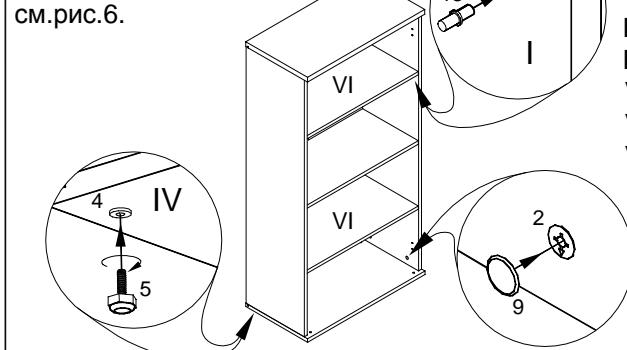

Рис.6
задних (VII) и соединительного профиля (6) установить уголки (8) на расстоянии 50мм от соединительного профиля (6) см.рис.5. Вкрутить в футерки опор регулируемых (4) регулируемые опоры (5), см.рис.6. Установить стеллаж вертикально. Отрегулировать устойчивость стеллажа при помощи регулируемых опор (5), см.рис.6.
Закрыть стяжки-эксцентрики (2) декоративными заглушками (9), см.рис.6.
Вкрутить в футерки опор регулируемых (4) регулируемые опоры (5), см.рис.6. Установить стеллаж вертикально. Отрегулировать устойчивость стеллажа при помощи регулируемых опор (5), см.рис.6.
Для надежности эксплуатации стеллажа, рекомендуется фиксирование стеллажа к стене при помощи саморезов (11), уголка (10) и дюбеля (12), см.рис.6.